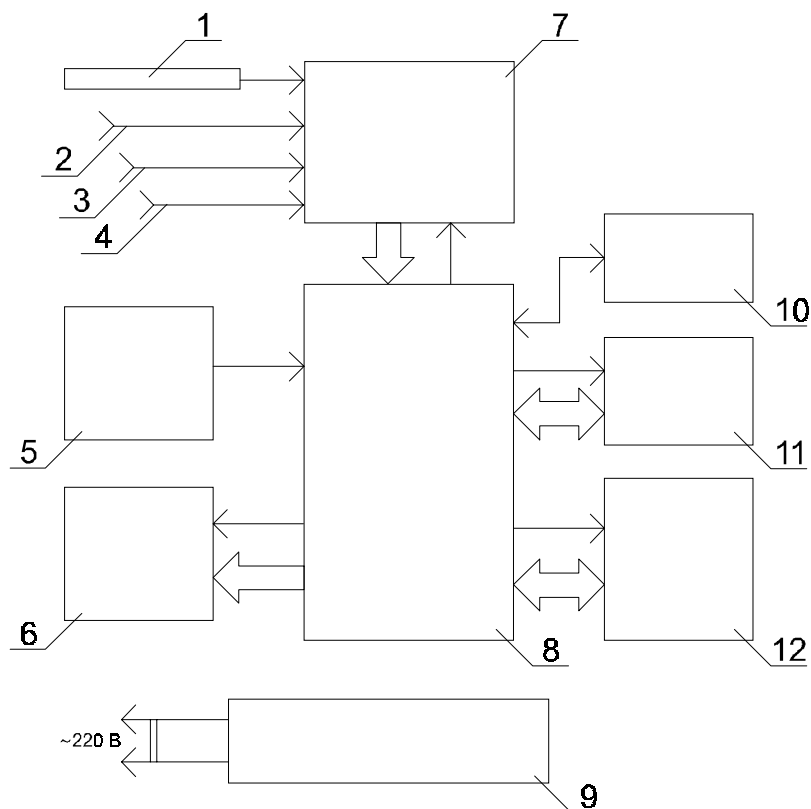

Рис.6. Прибор МУЛЬТИТЕСТ ИПЛ-513. Схема функциональная.
3.2.2. Функциональная схема прибора приведена на рис.6.